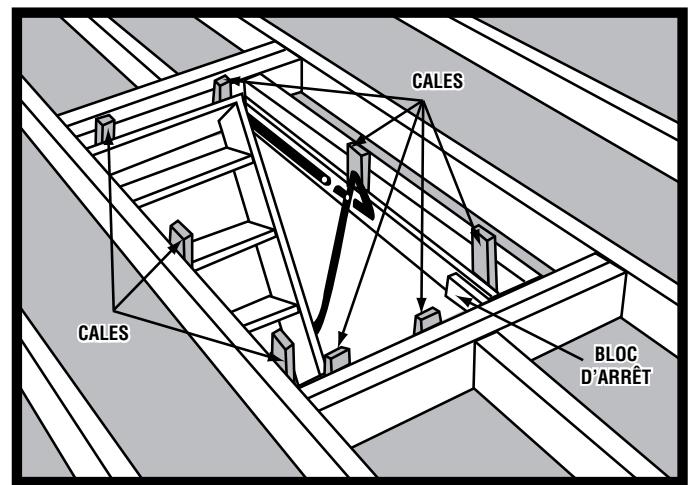

FIGURE 5
A. Assurez-vous que l'échelle est bien d'équerre et de niveau dans l'ouverture brute. Si le cadre de l'échelle a travaillé pendant que l'échelle était en inventaire, des clous et des blocs de bois utilisés comme cales vont le redresser. Du cintrage est normal car les pièces en bois sont soumises à une forte tension de ressort pendant un certain temps entre l'achat et l'installation (Voir la FIGURE 5).